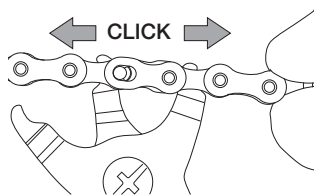

Fig.9
- Appuyez sur la pince jusqu'à entendre un déclic dû au positionnement des deux axes dans la zone des fentes de diamètre inférieur (Fig. 9).